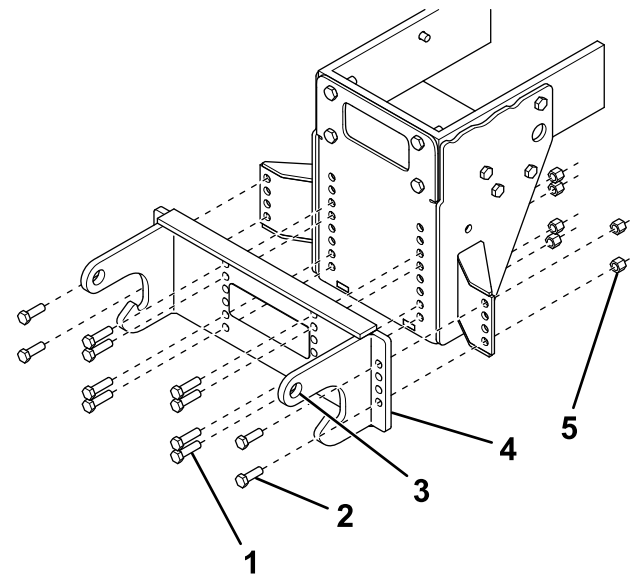

Figura 6
13. Sujete los taladros exteriores de la viga de empuje a las chapas de unión laterales usando 4 pernos ($\frac{1}{2}$ " x $1\frac{1}{2}$ ") y tuercas (Figura 6).
14. Sujete los taladros interiores de la viga de empuje a la placa frontal con 8 pernos ($\frac{1}{2}$ " x $1\frac{3}{4}$ ") y tuercas (Figura 6).